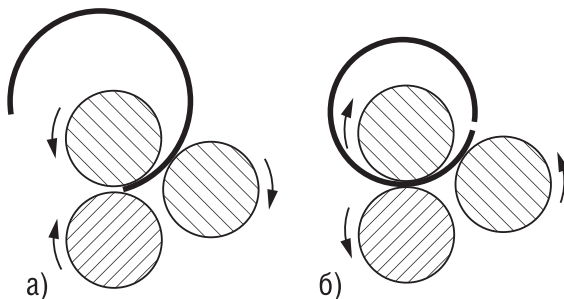

Рисунок 17 – Труба
2. Загрузите заготовку в валиковый механизм. По мере приближения к задней кромке заготовки (рис. 17 а), остановите прокатку, не доводя до выхода заготовки из зажима между основными валиками, и прокрутите заготовку в обратном направлении (рис. 17 б).